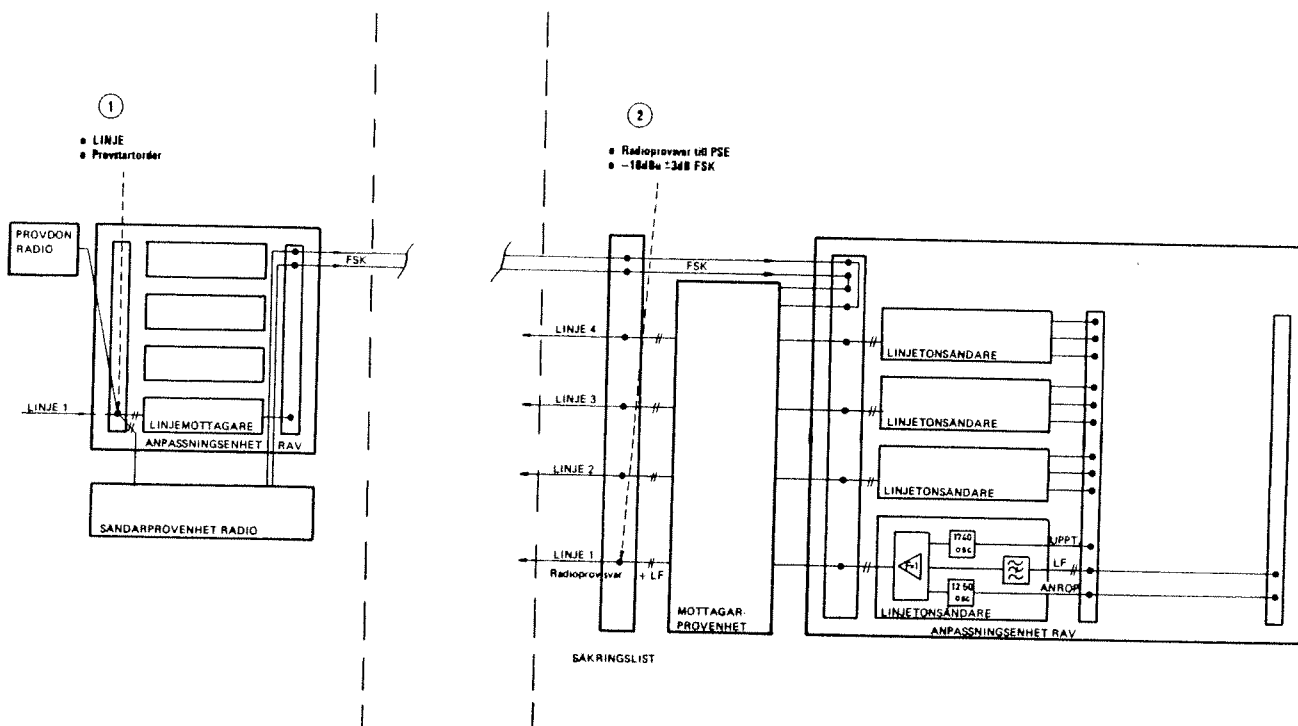

Bild 9
- I sändarstationen, anslut provdon RADIO till vald linjetonmottagares stift LINJE (1) , bild 9, i anpassningsenhet RAV stiftfält. Ställ provdonets impedansomkopplare i läge 300 ohm.
- I mottagarstationen, anslut ett oscilloskåp till säkringslistan (2) . Beträffande stiftnummer, se anläggningsdokumentationen.